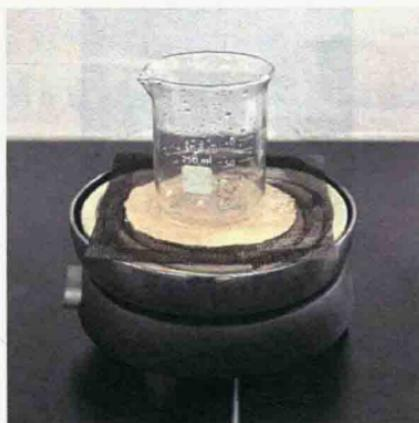

图 1.2.2 蒸发浓缩或加热溶液
(1) 容器。烧杯可以作为盛装液体、固体等的容器。烧杯外壁有刻度时，可估计其内的溶液体积。
(2) 物质的反应器。反应物需要搅拌时，通常以玻璃棒搅拌。
(3) 溶解、结晶某物质。
(4) 盛取、蒸发浓缩或加热溶液（见图 1.2.2）。